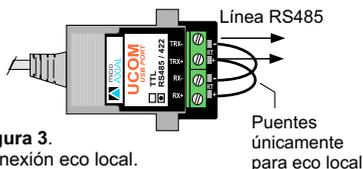

Figura 3. Conexión eco local.
**Eco local (echo on).** El eco se activa al instalar los puentes indicados en la figura 3. Opción válida en 2 hilos. Emplearla solo cuando el soft de aplicación lo demande.